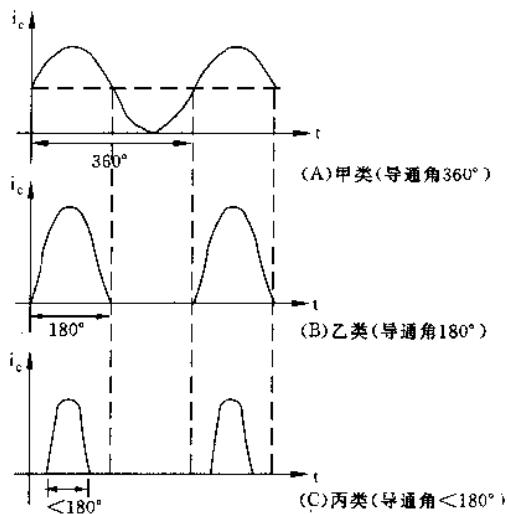

图 2-13
(1) 三类放大器的输出波形比较。晶体管甲、乙、丙三类放大器的输出波形如图 2-13 所示。